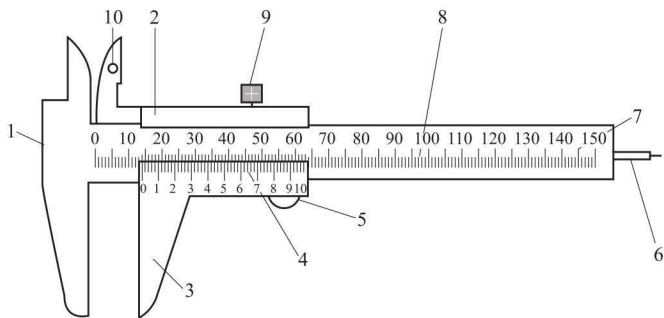

图 1-10 游标卡尺
- (1) 测量各种外径、内径、外部尺寸和孔径等。
- (2) 测量各种深度尺寸，其结构如图 1-10 所示。